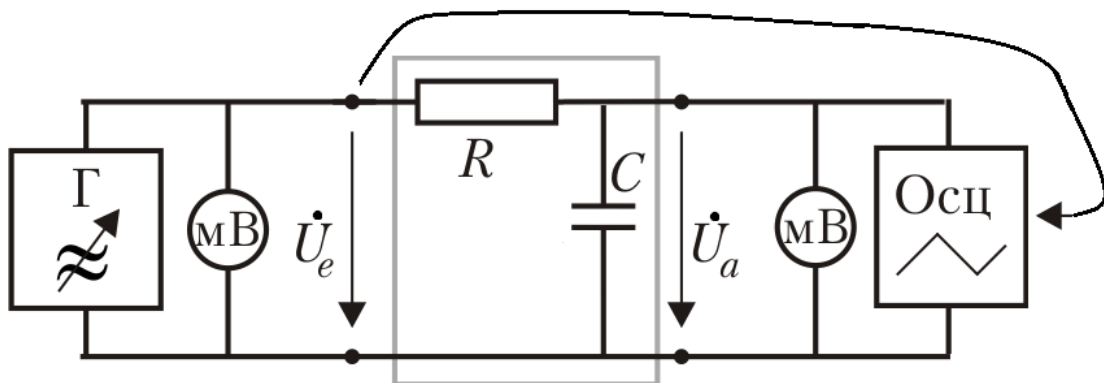

Рис. 1. RC-фильтр нижних частот (ФНЧ) с подключенными приборами
- 2.1 Соберите на монтажной плате схему исследования фильтра нижних частот (ФНЧ) с элементами $R = 51 \text{ кОм}$, $C = 1300 \text{ пФ}$ (рис. 1): подключите к фильтру генератор гармонических колебаний, осциллограф, милливольтметры. Снимите и постройте в полулогарифмическом масштабе амплитудно-частотную характеристику цепи (АЧХ).